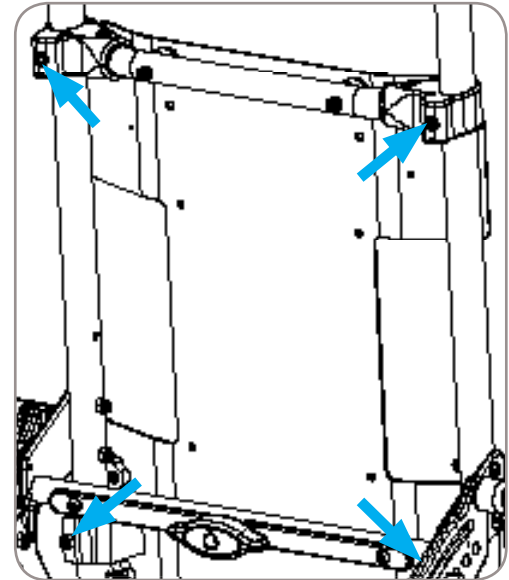

Figura 21
1. Afloje los pernos (4) en los lugares que se muestran en la figura 21. Se requiere una llave hexagonal de 5 mm.